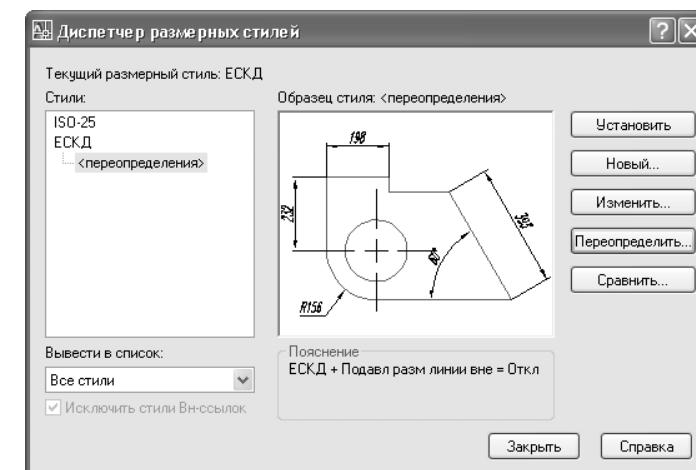

Рис. 11.39 ▼ В списке стилей диалогового окна **Диспетчер размерных линий** (Dimension Style Manager) появился перекрытый стиль
5. Вернувшись в окно **Диспетчер размерных линий** (Dimension Style Manager), вы увидите, что под стилем **ЕСКД** в списке стилей появился дополнительный элемент **<переопределения>** (<style overrides>) (рис. 11.39). В области **Пояснения** (Description) приведено краткое описание стиля с указанием того, чем перекрытый стиль отличается от исходного.